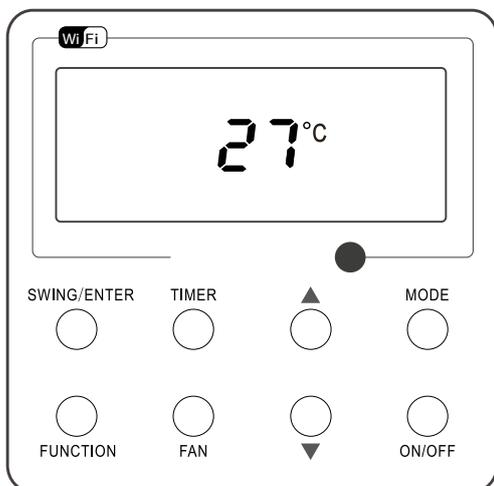

Fig. 4 Stato "OFF"
■ Nota: Lo stato mostrato in Fig.4 indica lo stato "OFF" dell'unità dopo lo spegnimento. Lo stato mostrato in Fig.5 indica lo stato "ON" dell'unità dopo l'accensione.